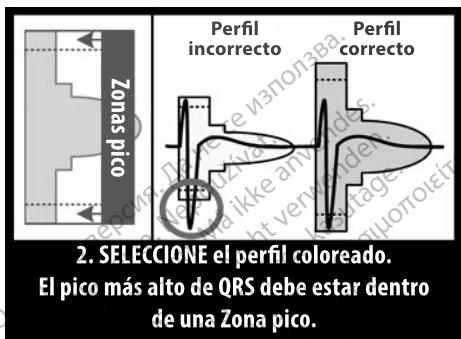

Figura 3. Selección del perfil coloreado
- Selección** el perfil coloreado de la herramienta de screening del paciente que mejor coincide con la amplitud del QRS (Figura 3 Selección del perfil coloreado en la página 19). Para las señales bifásicas o señales a las que se aplica notch, se debe usar el pico más grande para determinar el perfil coloreado adecuado. El pico de QRS debe encontrarse dentro del intervalo limitado por la línea de puntos y el pico del perfil coloreado.